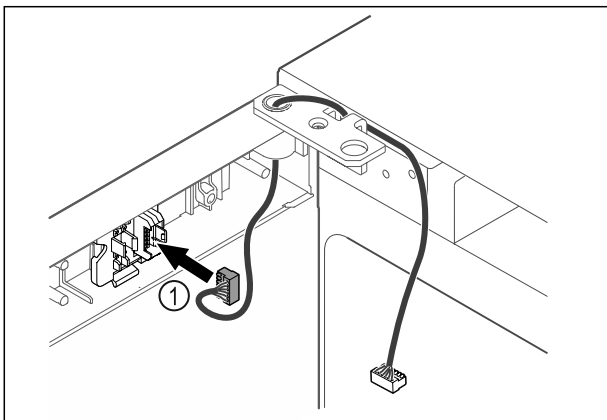

Fig. 42
- ▶ Pistke pistik Fig. 42 (1) pistikuhooidikusse.